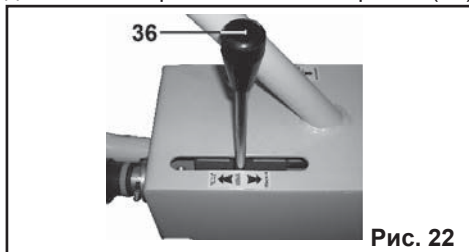

Рис. 22
– рычаг движения (36) (скорости) должен быть в нейтральном положении «СТОП» (Рис. 22);